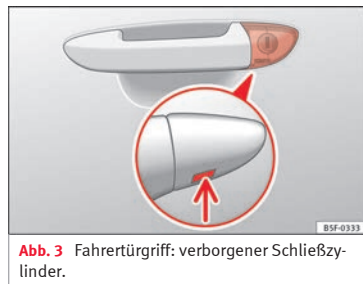

Abb. 3 Fahrtürgriff: verborgener Schließzylinder.
- Den Schlüsselbart am Fahrtürgriff in die untere Öffnung der Abdeckkappe stecken » **Abb. 3** (Pfeil) und die Abdeckkappe von unten nach oben anheben.